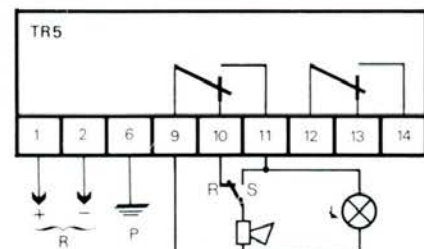

Fig. 6
■ avec inverseur signal-recherche et signalisation lumineuse à distance pour un TR5 version standard (fig. 6).